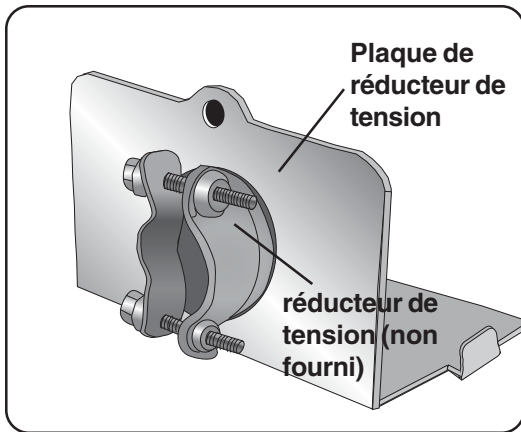

Figure 27
- 1 Retirer la plaque de réducteur de tension et installer un réducteur de tension (non fourni) sur l'ouverture de la plaque de réducteur de tension. **REMARQUE** : Orienter le réducteur de tension comme à la **figure 27**.